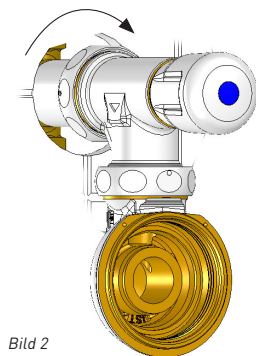

Bild 2 - Endmontage
- Das Eckgehäuse mittels Überwurfmutter auf das Mantelrohr aufschrauben (Bild 2).